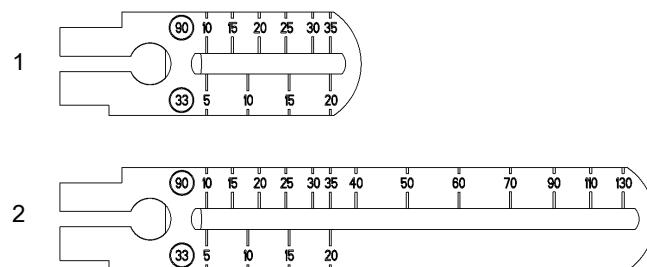
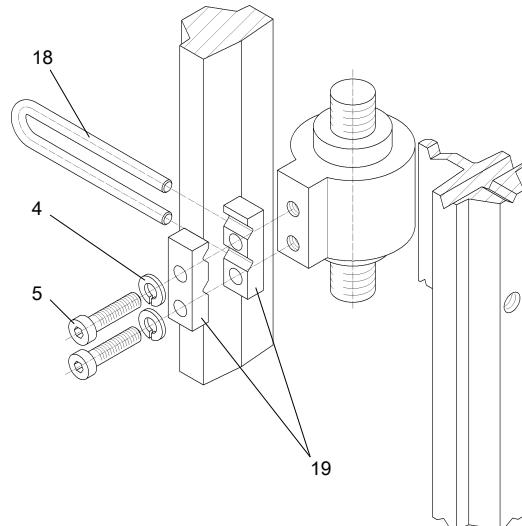
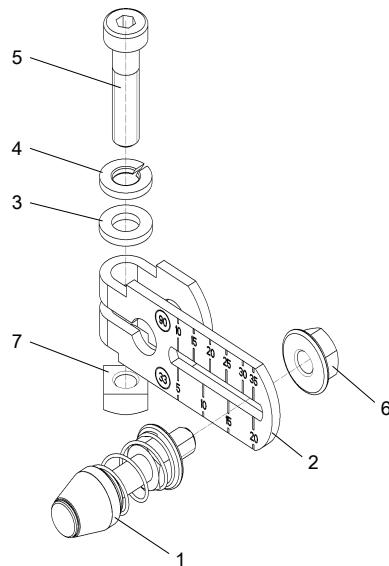

Abb. 9: Hebel NAMUR 3 mm bis 35 mm (1), Hebel NAMUR > 35 mm bis 130 mm (2)
Abb. 10: Montage Hubabgriff an Antriebsspindel
Abb. 11: Hebel montiert
1. Abb. 9: Klemmstücke (19) mit Zylinderschrauben (5) und Federringen (4) an der Antriebsspindel montieren.
2. Abgriffbügel (18) in die Ausfrässungen der Klemmstücke (19) schieben. Benötigte Länge einstellen und Schrauben (5) so festziehen, dass der Abgriffbügel noch verschiebbar ist.
3. Abb. 10: Am vormontierten Hebel (2) den Stift (1) auf den am Antrieb angegebene Wert des Hubbereiches oder, wenn dieser nicht als Skalierungswert vorhanden ist, den nächst größeren Skalierungswert einstellen. Bei Unsicherheit bezüglich des tatsächlichen Antriebshubes (pneumatische Stellantriebe verfügen häufig über eine Stellwegreserve) sollte grundsätzlich der nächst größere Skalierungswert gewählt werden. Die Stiftmitte muss auf dem Skalierungsstrich auf dem Hebel (2) stehen.
4. Hebel (2) bis zum Anschlag auf Stellungsreglerachse schieben und mit Zylinderschraube (5) fixieren. Hierbei das max. Anzugsmoment von 8/6 [Nm/lbf ft] nicht überschreiten.
5. Abb. 11: Anbauwinkel (17) mit zwei Sechskantschrauben (21), Federringen (9) und U-Scheiben (22) auf der Rückseite des Stellungsreglers montieren. Die Wahl der Lochreihe hängt von der Laternenbreite des Antriebes ab. Dabei soll die Rolle möglichst nahe an der Spindel in den Abgriffbügel (18) eingreifen, darf aber nicht die Klemmstücke (19) berühren.